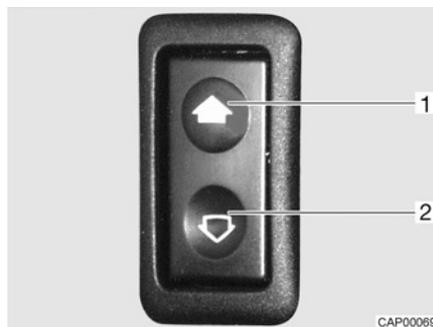

Fig. 13 Conmutador (elevalunas eléctrico)
*Abrir:* ■ Pulsar el interruptor (Fig. 13,2) por abajo.
*Cerrar:* ■ Pulsar el interruptor (Fig. 13,1) por arriba.